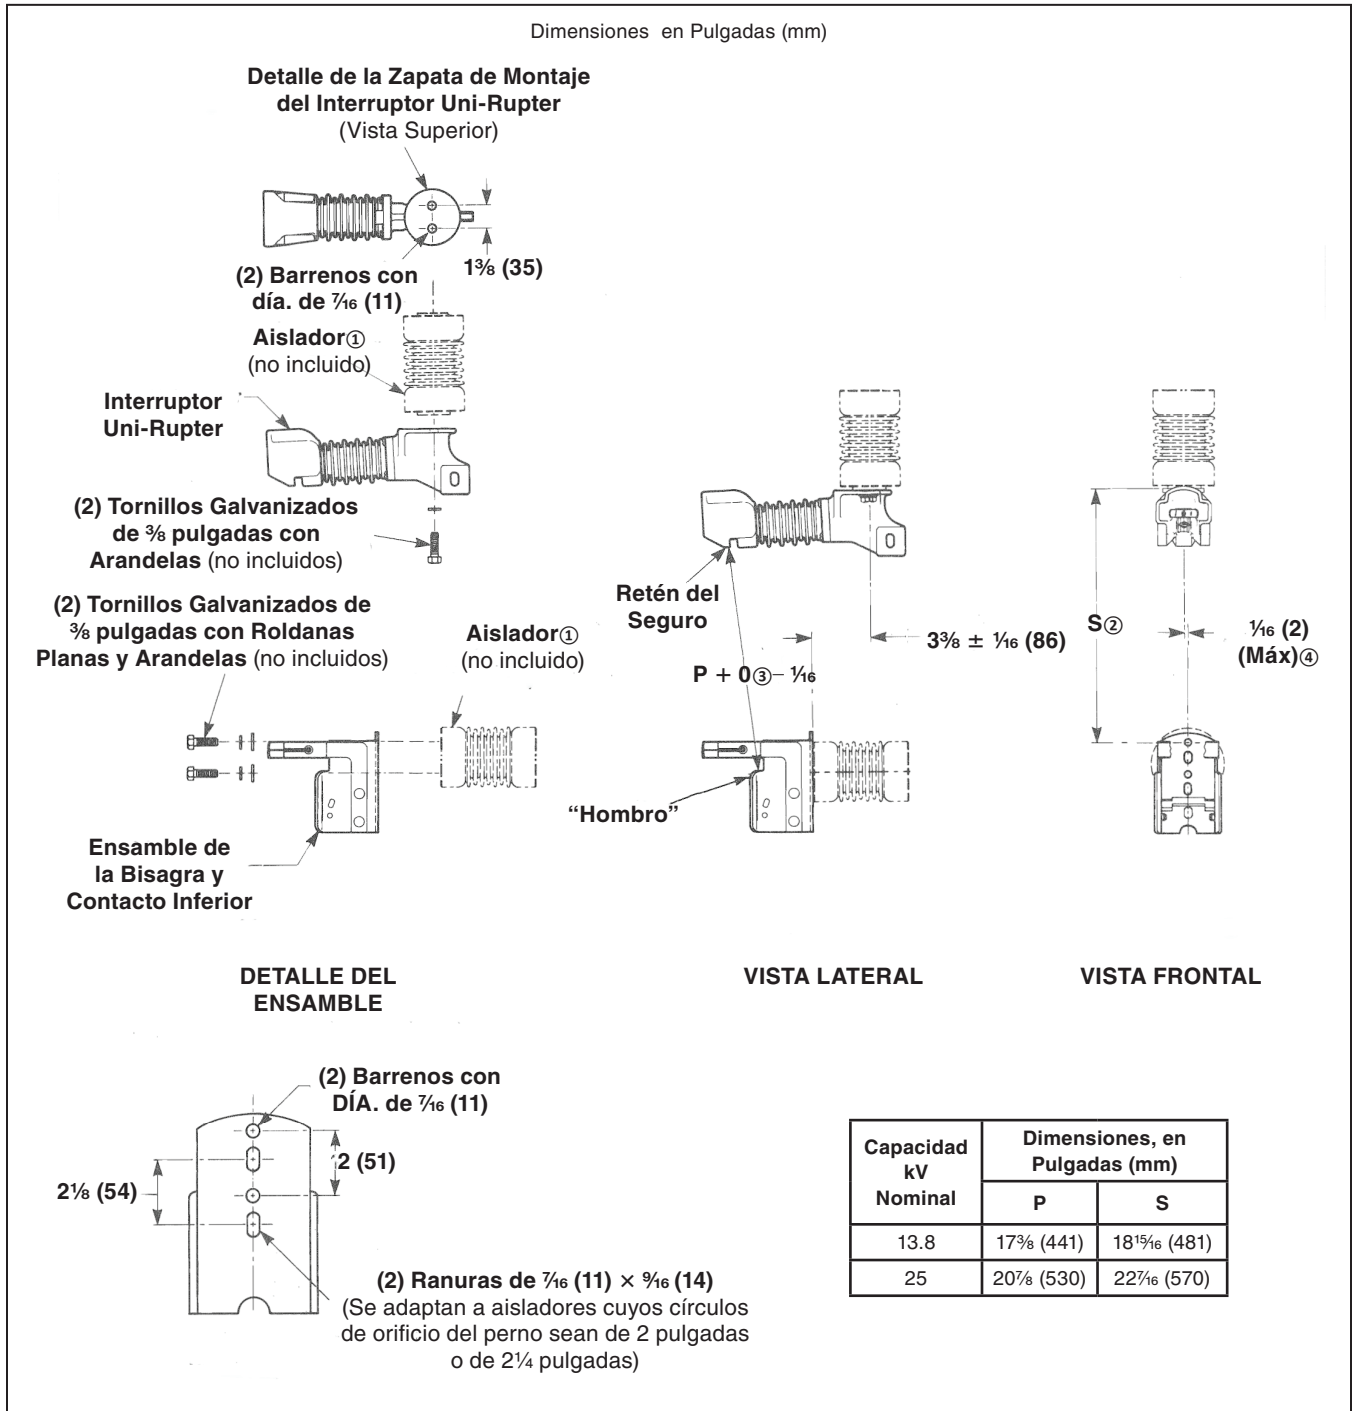
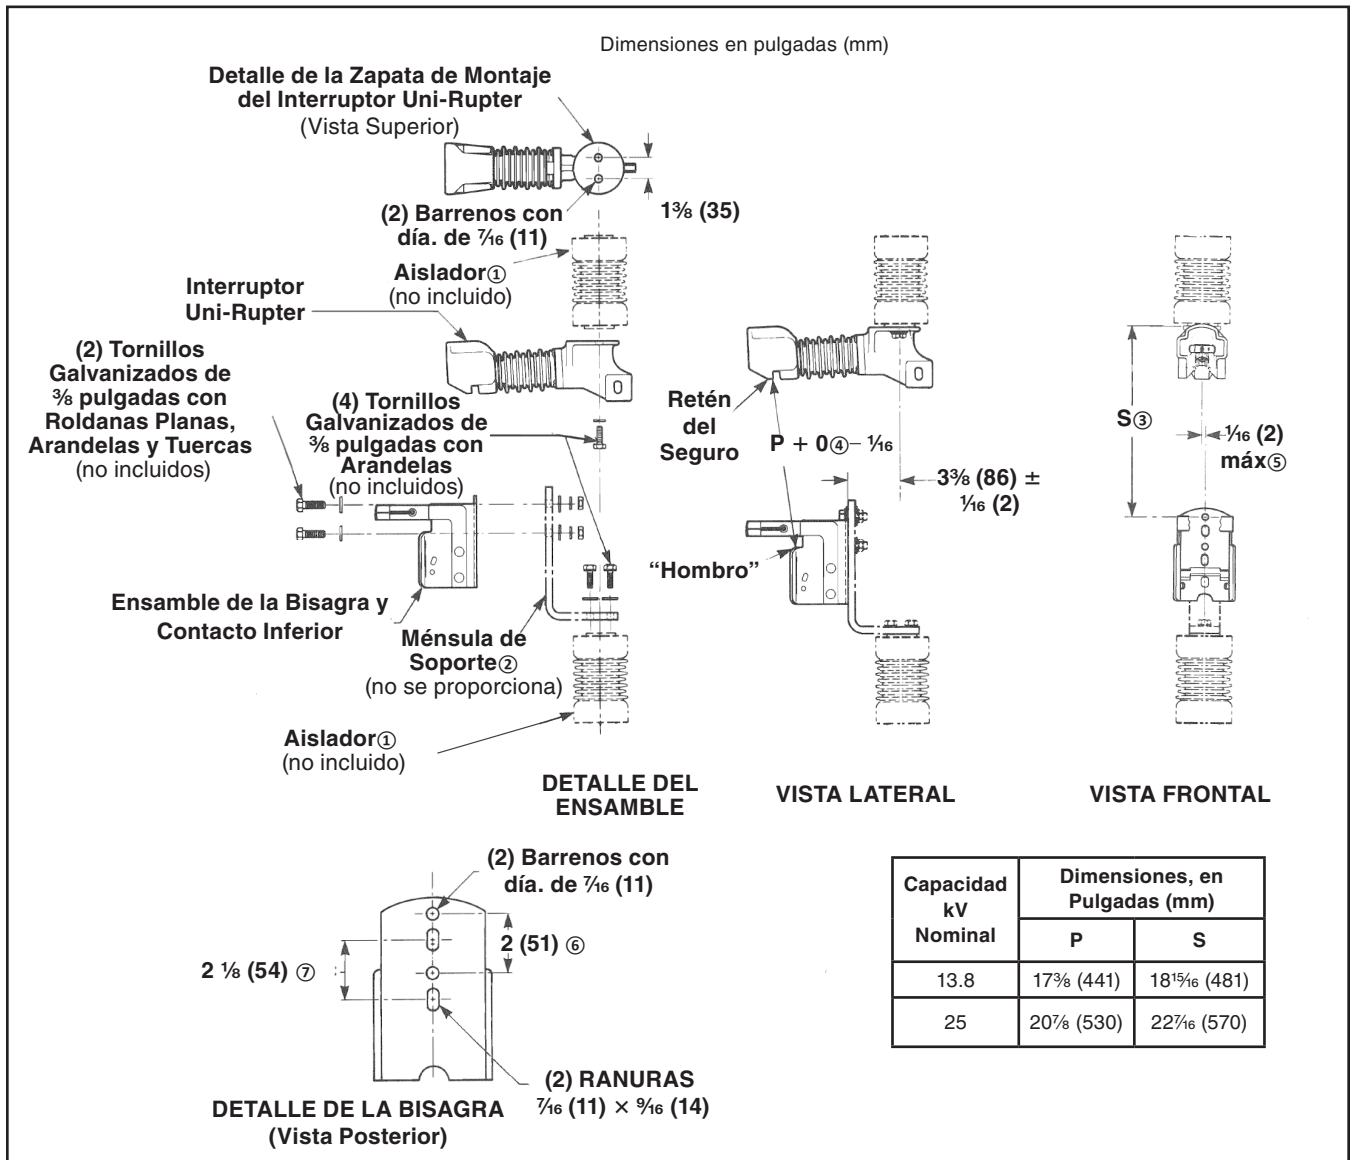

Figura 1. Configuración de montaje que emplea un ensamble de bisagra y contacto inferior con respaldo posterior.
Figura 3. Configuración de montaje que utiliza un ensamble bisagra y contacto inferior con soporte inferior.
Estas partes vivas se pueden empotrar tal y como se indica en la Figura 1 en la página 9 o Figura 3 en la página 11.
Configuración de montaje con ensamble de la bisagra y contacto inferior con soporte posterior (ver Figura 1 en la página 9):
PASO 1. Instale los aisladores (no se incluyen con las partes vivas) en las ubicaciones que se muestran en la Figura 1 en la página 9, dejando los tornillos de montaje apretados pero lo suficientemente flojos como para permitir que se realicen ajustes después.
PASO 2. Sujete el Interruptor Uni-Rupter al aislador superior tal y como se muestra en la Figura 1 en la página 9, utilizando dos tornillos galvanizados de $\frac{3}{8}$ de pulgada con arandelas (no incluidos). Apriete completamente los tornillos de montaje del Uni-Rupter.
PASO 3. Sujete el ensamble de la bisagra y contacto inferior al aislador, tal y como se muestra en la Figura 1 en la página 9, utilizando dos tornillos galvanizados de $\frac{3}{8}$ de pulgada con arandelas y roldanas planas (no incluidos). Apriete completamente los dos tornillos de montaje del ensamble de la bisagra y contacto inferior.
Nota: El ensamble de la bisagra y contacto inferior cuenta con dos juegos de barrenos/ranuras de montaje para adaptarse a los aisladores cuyos círculos de orificio del perno sean de 2 pulgadas (51 mm) o de $2\frac{1}{4}$ pulgadas (57 mm), (Ver el Detalle de la Bisagra, Figura 1 en la página 9). Cualquiera de los juegos de barrenos/ ranuras de montaje se puede utilizar siempre y cuando las Dimensiones "P" y "S" se conserven correctamente, tal y como se muestra en la Figura 1 en la página 9.
PASO 4. Verifique para estar seguro que la línea del centro del Interruptor UniRupter y la línea del centro del ensamble de la bisagra y contacto inferior estén en una posición paralela y alineada a $\frac{1}{16}$ de pulgada (1,6 mm) tal y como se muestra en la Figura 1 en la página 9 (Vista Frontal). Mueva el aislador superior (con el Interruptor Uni-Rupter enganchado) de lado a lado según sea necesario hasta obtener la alineación correcta. Después, apriete completamente los torillos de montaje del aislador superior.
PASO 5. Mida con precisión la distancia entre el borde inferior del retén del seguro del Interruptor Uni-Rupter y el "hombro" del ensamble de la bisagra y contacto inferior (Dimensión P), tal y como se muestra en la Figura 1 en la página 9. Mueva el aislador hacia el Interruptor Uni-Rupter o aléjelo de este según sea necesario para que la Dimensión P esté dentro de los límites de tolerancia especificados. Asegúrese de que dicha dimensión se conserve en ambos lados del Interruptor Uni-Rupter y del ensamble de la bisagra y contacto inferior, y también que el Interruptor Uni-Rupter y el ensamble de la bisagra y contacto inferior sigan correctamente alineados, tal y como se describe en el paso 4. Después, apriete los dos tornillos de montaje del aislador inferior.
Configuración de montaje del ensamble de la bisagra y contacto inferior con soporte inferior (ver Figura 3 en la página 11):
PASO 1. Instale los aisladores (no se incluyen con las partes vivas) en las ubicaciones que se muestran en la Figura 3 en la página 11, dejando los tornillos de montaje del aislador superior apretados pero lo suficientemente flojos como para permitir que se realicen ajustes posteriormente. Apriete completamente los tornillos de montaje, sujetando el aislador inferior a la estructura.
① Podrá obtener aisladores de soporte de S&C. Para solicitarlos, especifique el número de catálogo PA-7181 (13.8 kV) o PA-7183 (25 kV), según corresponda.
② La Dimensión "S" se debe medir desde la superficie de montaje del Interruptor Uni-Rupter hasta el centro del barreno de montaje superior en el ensamble de la bisagra y contacto inferior. Esta es una dimensión de referencia, sólo para el posicionamiento preliminar de los aisladores. La Dimensión "P" que se describe en la observación^③ es una dimensión de ajuste crítico.
③ La Dimensión "P" se debe conservar en ambos lados del Interruptor Uni-Rupter y del ensamble de la bisagra y contacto inferior para garantizar el enganche correcto del seguro y la operación adecuada del Interruptor Uni-Rupter.
④ Las líneas del centro del Interruptor Uni-Rupter al igual que del ensamble de la bisagra y contacto inferior deben estar en una posición paralela y alineada a $\frac{1}{16}$ de pulgada (2 mm) tal y como se muestra.
PASO 2. Sujete el Interruptor Uni-Rupter al aislador superior, tal y como se muestra en la Figura 3 en la página 11, utilizando dos tornillos galvanizados de $\frac{3}{8}$ de pulgada con arandelas (no incluidos). Apriete completamente los tornillos de montaje del Interruptor Uni-Rupter.
PASO 3. Sujete la ménsula de montaje del ensamble de la bisagra y contacto inferior (no incluida) al aislador inferior utilizando dos tornillos galvanizados de $\frac{3}{8}$ de pulgada con arandelas, tal y como se muestra en la Figura 3 en la página 11. Apriete completamente los tornillos de montaje que sujetan la ménsula de soporte a su aislador.
PASO 4. Enganche el ensamble de la bisagra y contacto inferior a la ménsula de soporte, tal y como se muestra en la Figura 3 en la página 11, utilizando dos tornillos galvanizados de $\frac{3}{8}$ de pulgada con roldanas planas, arandelas, y tuercas (no incluidos). Los tornillos de montaje que sujetan el ensamble de la bisagra y contacto inferior a la ménsula de soporte deberán estar apretados, aunque lo suficientemente flojos como para permitir que se realicen ajustes posteriormente.
Nota: El ensamble de la bisagra y contacto superior cuenta con dos juegos de barrenos/ranuras de montaje (ver el Detalle de la Bisagra, Figura 3 en la página 11). Se puede utilizar cualquiera de los juegos de barrenos/ranuras de montaje siempre y cuando las Dimensiones "P" y "S" se conserven correctamente como se muestra en la Figura 3 en la página 11.
PASO 5. Verifique para estar seguro que la línea del centro del Interruptor UniRuper y la línea del centro del ensamble de la bisagra y contacto inferior estén en una posición paralela y alineada a $\frac{1}{16}$ de pulgada (2 mm), tal y como se muestra en la Figura 3 en la página 11 (Vista Frontal). Mueva el aislador superior (con el Interruptor Uni-Rupter enganchado) de lado a lado según sea necesario para obtener la alineación requerida. Después, apriete completamente los dos tornillos de montaje del aislador superior.
PASO 6. Mida con precisión la distancia entre el borde inferior del retén del seguro del Interruptor Uni-Rupter y el "hombro" del ensamble de la bisagra y contacto inferior (Dimensión "P"), tal y como se muestra en la Figura 3 en la página 11. Mueva el ensamble de la bisagra y contacto inferior hacia el Interruptor Uni-Rupter o aléjelo de este según sea necesario para que la dimensión quede dentro de los límites especificados de tolerancia de la Dimensión "P". Verifique para estar seguro que la Dimensión "P" se conserve en ambos lados del Interruptor Uni-Rupter y del ensamble de la bisagra y contacto inferior, y también que el Interruptor Uni-Rupter y el ensamble de la bisagra y contacto inferior sigan alineados correctamente, tal y como se describe en el paso 5. Después, apriete completamente los tornillos de montaje del ensamble de la bisagra y contacto inferior.